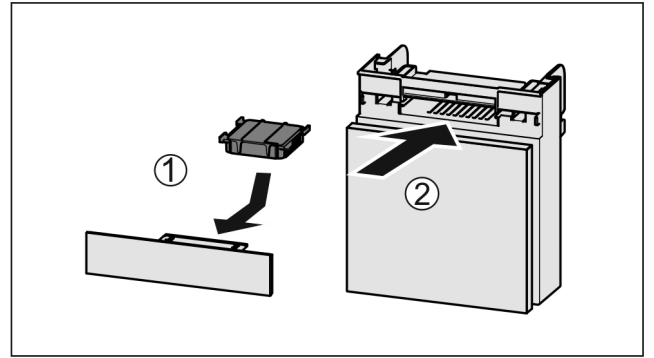

Fig. 201
- Aktif karbon filtresini şekildeki gibi yerleştirin Fig. 201 (1).
- Rafı içeri itin Fig. 201 (2).